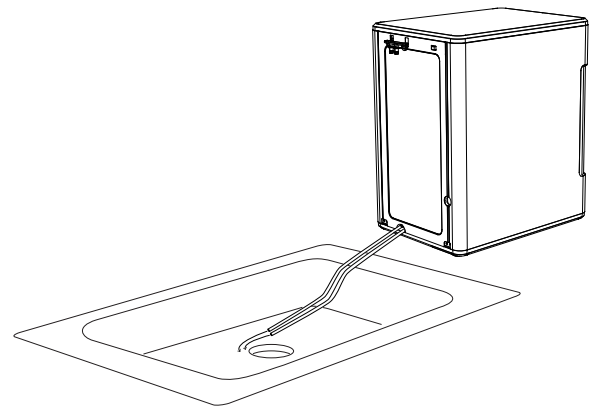

Figure 6
11. Ensuite, déposez-les pour les égoutter dans un évier ou un seau situé sous le niveau de la machine à glaçons. Voir figures 6 et 7.